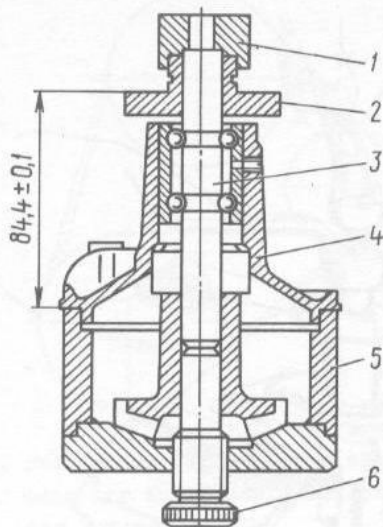

Bild 2-104. Auftreiben des Laufrads auf Pumpenwelle mit Vorrichtung A.60430:
- mit Hilfe der Vorrichtung A.60430 (Bild 2-104) Nabe 2 der Riemenscheibe auf Welle 3 treiben, dabei das Maß $(84,4 \pm 0,1)$ mm einhalten;